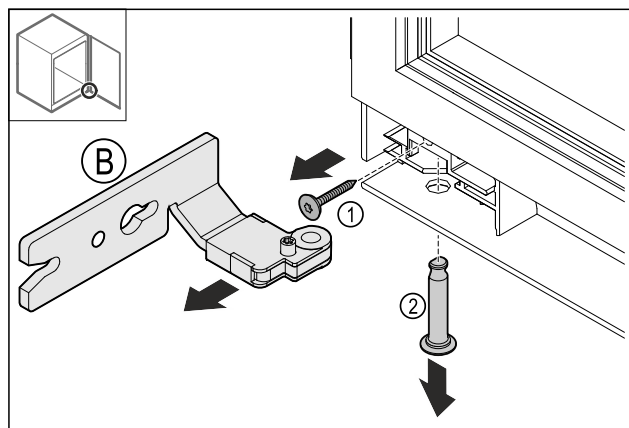

Fig. 16
- Îndepărtați șurubul Fig. 16 (1).
- Îndepărtați bolțul Fig. 16 (2).
- Îndepărtați balamaua Fig. 16 (B).